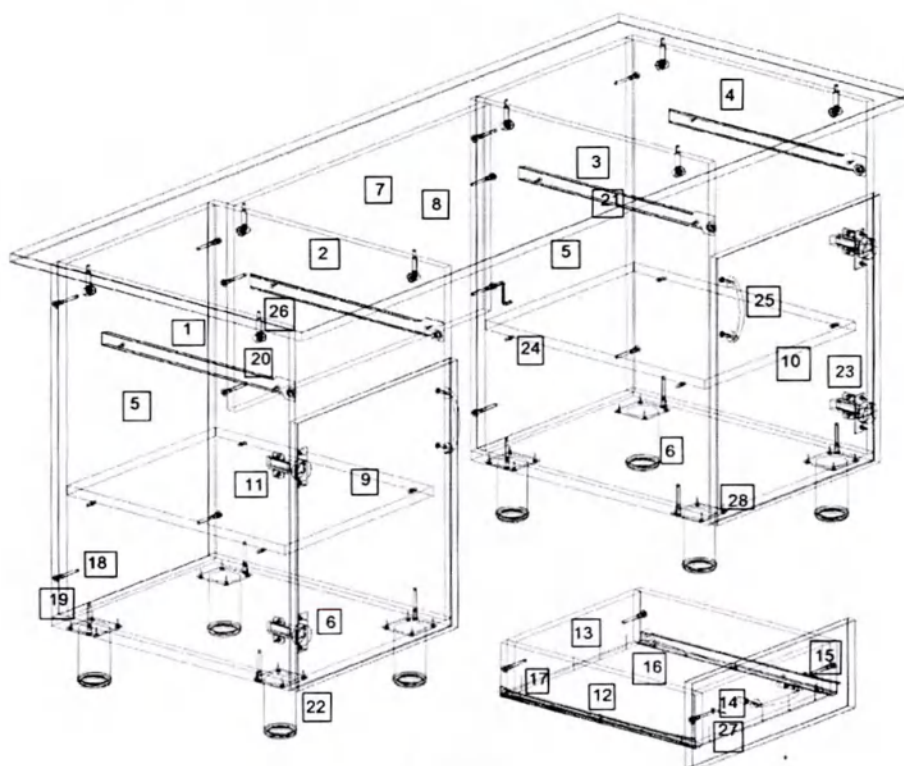

Рис.1
1. Внимательно ознакомьтесь со схемой сборки, изображённой на рис. 1, сверяясь со спецификацией на изделие. Согласно схеме и спецификации определите расположение деталей в изделии и порядок их сборки. Сборка производится на ровном полу, укрытом материалом, предотвращающим повреждение покрытия пола и деталей мебели. Подготовьте необходимые для сборки инструменты – плоскую и крестовую отвёртки, молоток, рулетку или линейку.
2. На боковых стенках (1,2,3,4) установите цилиндрические части эксцентриковых стяжек (22). На боковых стенках (1,2,3,4) шурупами 4×16 (25) закрепите направляющие (19). На крышке (8) установите штоки эксцентриковых стяжек (22).
3. Евровинтами 162), как показано на рис. 1, соедините боковые стенки (1,2,3,4) с вертикальными стенками (5) и горизонтальными стенками (6). Шурупами 4×16 (25) закрепите опоры (20). Тумбы соедините вертикальной стенкой (7), установив её при помощи евровинтов (16). Установите крышку (8). Затяжка соединения производится путём поворота эксцентриков до упора в направлении стрелки, выштампованной на корпусе стяжки. На видимые головки евровинтов и эксцентриков установите заглушки (17,18).
4. Сборка ящиков. Евровинтами (16) соедините боковые стенки ящика (9,10) с задней (11) и передней (12) стенками. Дно ящика (13) установите в пазы и закрепите к задней и передней стенке гвоздями (15), к боковым стенкам – уголками (25). Шурупами 4×16 (25) закрепите на боковых стенках ящика узкие части направляющих (19). Шурупами 3.5×30 (24) закрепите фасад (14) к передней стенке ящика (12). Установите ручку (21). Установите собранные ящики в корпус стола.